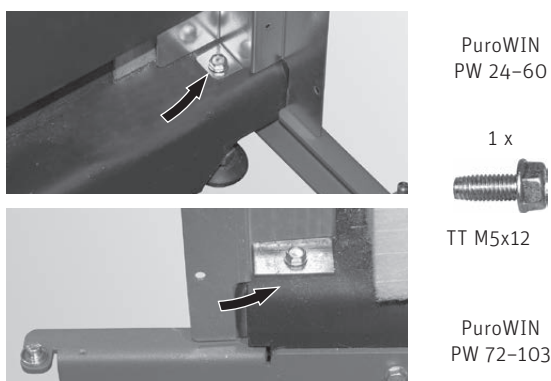
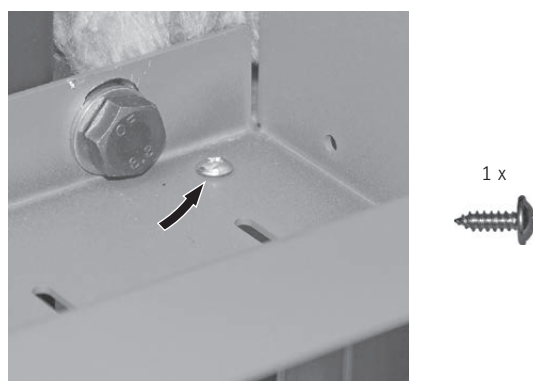

Fig. 46 Verkleidungswinkel unten mit TT-Schraube festschrauben
Fig. 47 Verkleidungswinkel oben mit Blechschraube festschrauben (nur bei PuroWIN PW 24–60)
- ▶ Verkleidungswinkel unten mit 1 Stk. gewindefurchende TT-Schraube M5x12 (Fig. 46) und oben mit 1 Stk. Blechschraube (nur bei PuroWIN PW 24–60, Fig. 47) befestigen.